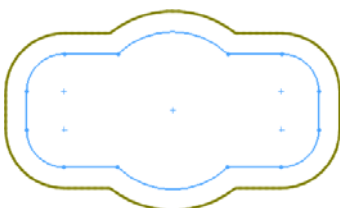

图 2-99 等距后的实体
- 03 单击【等距实体】对话框中的  【确定】按钮, 完成等距实体的绘制, 显示结果如图 2-99 所示。